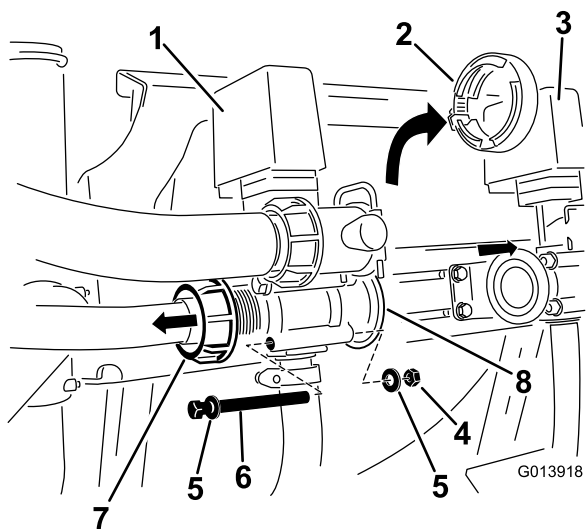

Figura 4
- Localize a porca de orelhas que prende o tubo de agitação ao corpo da válvula de agitação. Desaperte a porca de orelhas para que haja espaço para remover os dispositivos de fixação do corpo da válvula (Figura 4).
6. Retire o adaptador do corpo da válvula (Figura 4).